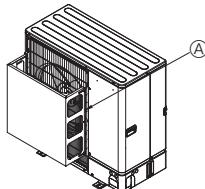
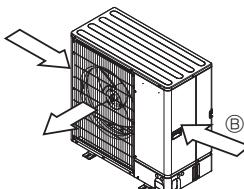

Fig. 2-4
Fig. 2-5
- ② U míst, kde může silný vítr (tajfun atp.) vstupovat přímo do výstupu vzduchu, namontujte volitelné vedení vzduchu. (Fig. 2-4)
- ④ Vedení výstupu vzduchu
- ③ Pokud je to možné, umistěte jednotku tak, aby výstup vzduchu směřoval v pravém úhlu k obvyklému směru větru. (Fig. 2-5)
- ⑤ Směr větru